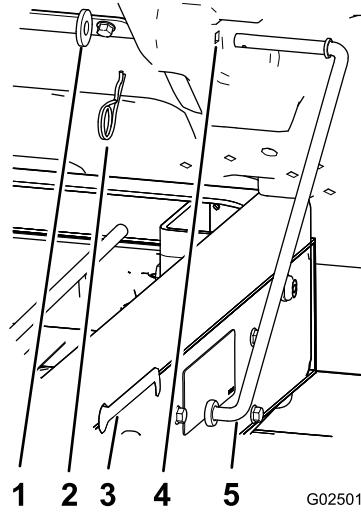

Figura 10
- Retire el pasador de horquilla y la arandela que sujetan la varilla de sujeción a la cara inferior de la plataforma (Figura 10).
- Deslice la varilla de sujeción hacia adelante para retirarla del soporte del bastidor (Figura 10).